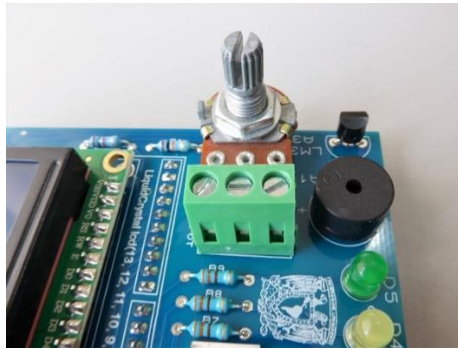

Figura 4. El potenciómetro conectado a la terminal con tornillos POT.
En el bloque de terminales con tornillo etiquetado POT (ver la *Figura 4*) se puede atornillar un potenciómetro y realizar alguna práctica utilizando el valor de voltaje que entrega al pin analógico A0. Por ejemplo, se puede utilizar para controlar la velocidad de un motor de corriente directa (CD), o la intensidad de un led.